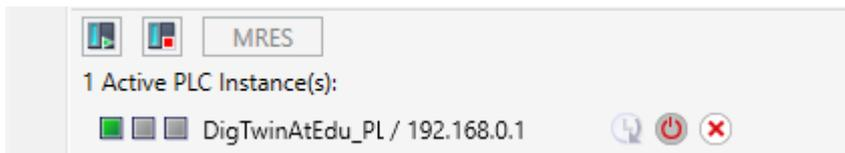

figura 13: Status do CLP virtual, programa de CLP carregado e iniciado
- Volte para o software PLCSIM Advanced e verifique o novo status do CLP virtual. Esse deve estar representado conforme mostrado na figura 13.